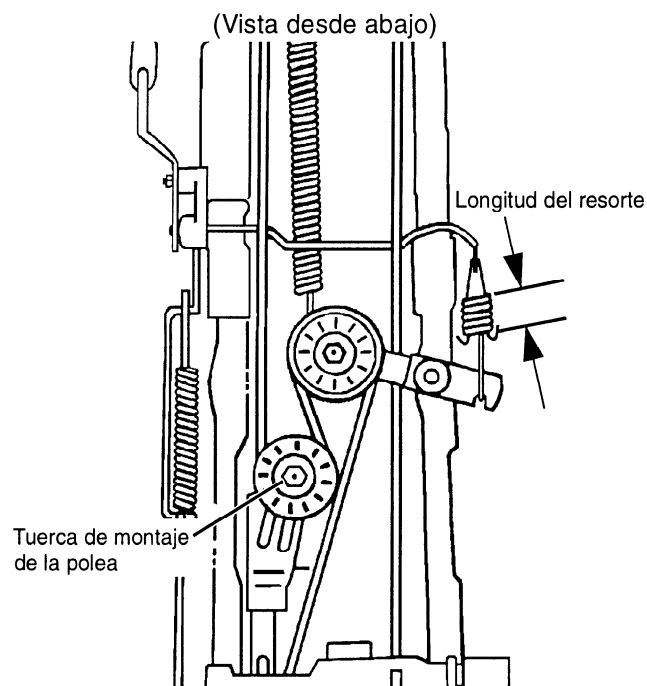

FIGURA 39
- Mida la longitud del resorte móvil del embrague. (vea la Figura 39) La medición deberá ser entre **de 42 a 45 mm (1.65" y 1.77")**. La longitud del resorte móvil del embrague se ajusta al deslizar la polea loca trasera sobre su soporte de montaje acanalado, de la manera siguiente: